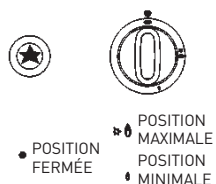

Fig. 1
Pour allumer un brûleur, appuyez sur la manette correspondante et tournez-la dans le sens inverse des aiguilles d'une montre jusqu'à ce qu'elle atteigne la position maximale (symbole grande flamme, fig. 1), puis approchez la flamme d'une allumette près du brûleur.
Pour allumer un brûleur, appuyez sur la manette correspondante et tournez-la dans le sens inverse des aiguilles d'une montre jusqu'à ce qu'elle atteigne la position maximale (symbole grande flamme, fig. 1) ; appuyez sur le bouton d'allumage électrique et relâchez-le.
Lorsque les brûleurs sont équipés d'un dispositif de sécurité de flamme, tournez la manette du brûleur correspondant dans le sens inverse des aiguilles d'une montre jusqu'à ce qu'elle atteigne la position maximale (symbole grande flamme, fig. 1) et s'arrête. Appuyez alors sur la manette en question et répétez les instructions décrites précédemment. Une fois le brûleur allumé, maintenez la manette enfoncée pendant environ 10 secondes.
- Une fois que la préparation arrive à ébullition, baissez le feu en réglant la manette sur la position minimale (symbole petite flamme, fig. 1).
- Pour allumer un brûleur équipé d'un dispositif de sécurité de flamme, la manette correspondante doit obligatoirement être réglée sur la position maximale (symbole grande flamme, fig. 1).
- Allumez le brûleur et tournez la manette correspondante en position minimale (petite flamme, fig. 1).